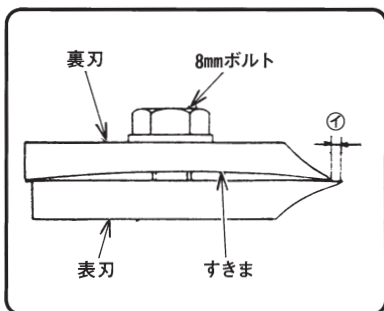
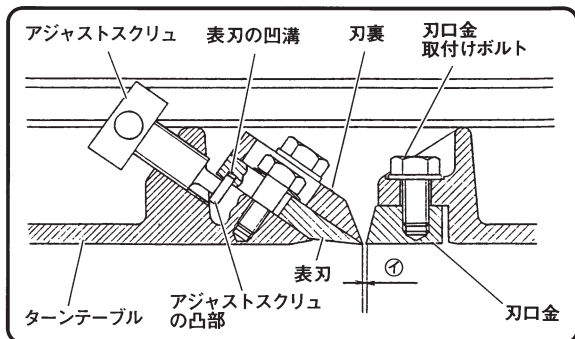

図 17
図 22
(1) 研磨刃（付属品の場合）
① 木材の用途（柱および板など）に合わせて表刃の刃先が裏刃の刃先から①寸法出るように調整してから、3個の8mmボルトを付属の13mmボックススパナで締付けます。(図17)
①寸法 柱……0.4～0.5mm
② 表刃と裏刃の合わせ面は図17のようにすきまがあり、刃先の部分が開かなくなっています。
(1) 図17のように組立てしたかなな刃（表刃・裏刃）の表刃凹溝（図22参照）をアジャストスクリュの凸部（図22参照）に入れ、ターンテーブルに取り付けます。